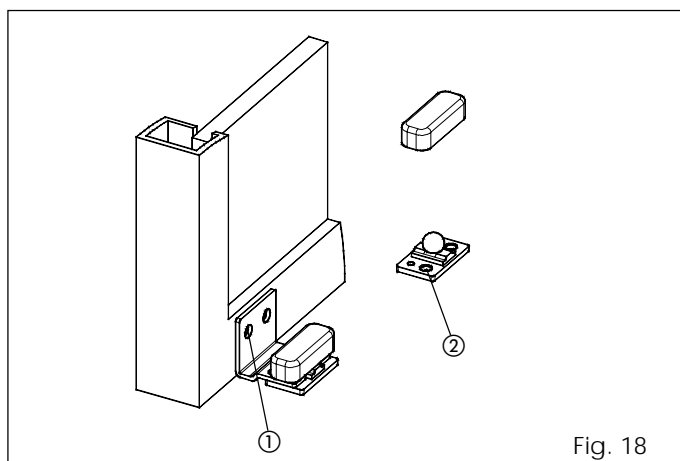

Fig. 18
- Fissare i pattini come indicato in fig. 18 rif. ①.
- Fissare direttamente il pattino a pavimento, come indicato in fig. 18 rif. ② utilizzando tasselli e viti adeguate.